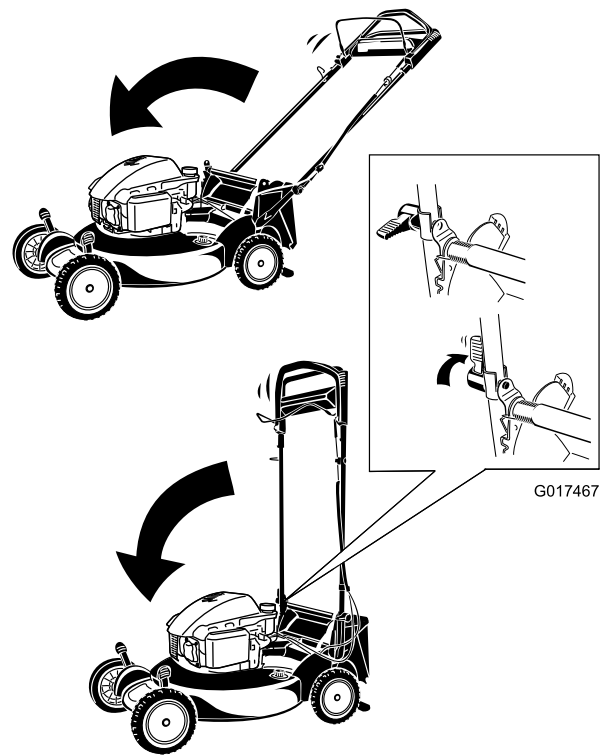

Figure 23
1. Pliez la partie supérieure du guidon en avant (Figure 23).